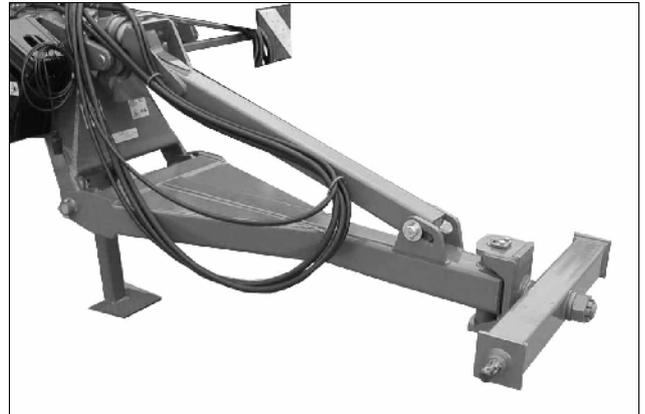

Fig. 10
- die Unterlenkeranhängung Kat. III (Fig. 10)